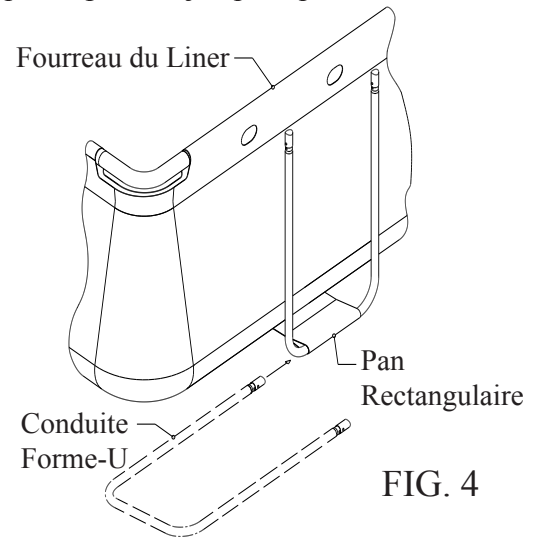

FIG. 4
4. Ensuite enfiler chaque conduite (Forme-U) dans le fourreau de chacun des pans rectangulaires attachés au fond de la piscine, Fig. 4. **Notez: Avant d'élever la paroi, l'échelle doit être assemblée pour faciliter aux aides l'entrée et la sortie dans la piscine, le mode d'assemblage de l'échelle est attaché à l'échelle.**